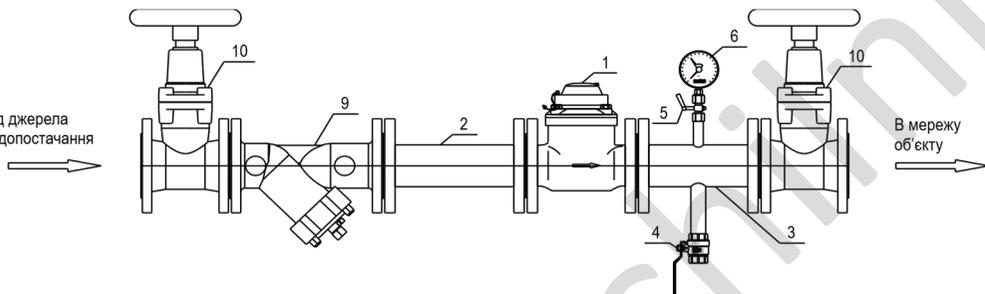

Рис. 3. Рекомендована схема встановлення лічильника
- Лічильники необхідно встановлювати в місцях, зручних для зняття показань, технічного обслуговування і монтажу/демонтажу (рис.3). Обов'язковою умовою є повне заповнення трубопроводу водою під час експлуатації. Монтаж і введення в експлуатацію лічильників повинна здійснювати організація, яка має відповідний дозвіл та ліцензію. Перед лічильником необхідно встановити фільтр грубої очистки для запобігання потрапляння механічних домішок в середину механізму лічильника. Експлуатація лічильника без фільтра призведе до зупинки гарантійних зобов'язань з боку виробника.